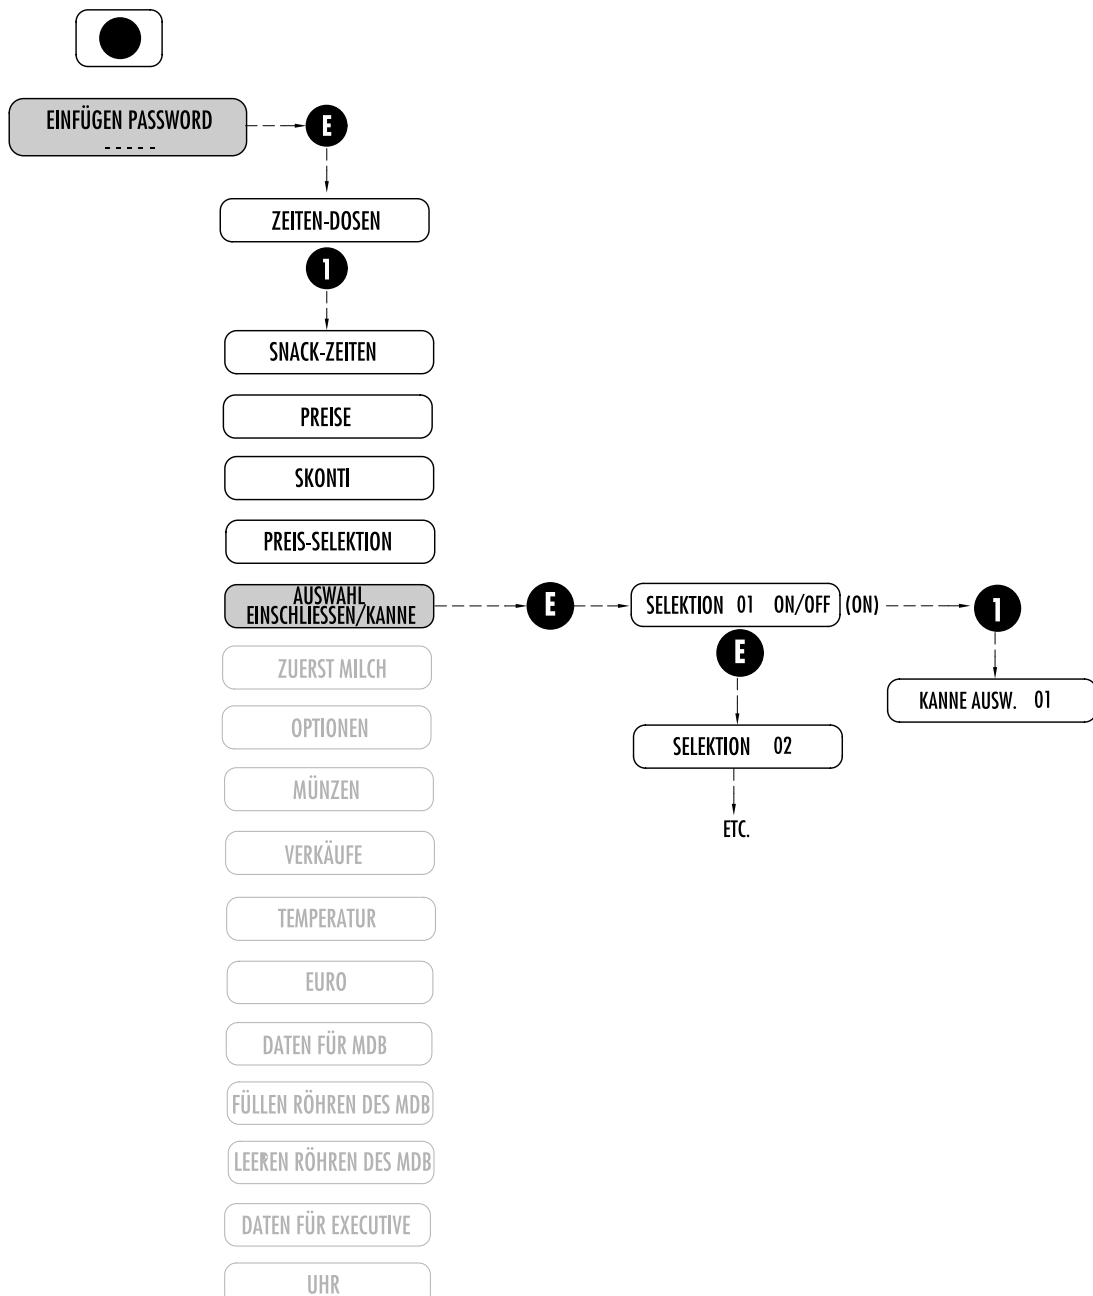

Abb.7.9
7.2.6 AUSWAHL EINSCHLIESSEN/KANNE (Abb. 7.9)